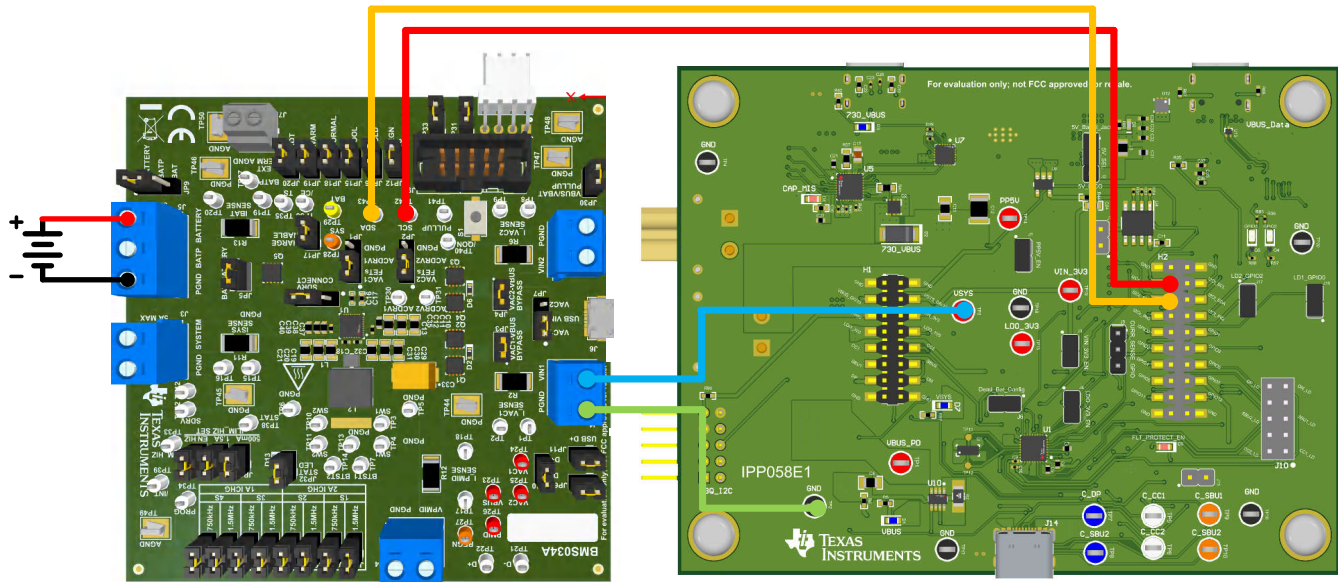

図 4-3. TPS25751AEVM および BQ25792EVM、BQ25798EVM のハードウェア設定
1. 図 4-3 に、テスト用フック クリップまたはジャンパ線を使用して 2 つの評価基板を接続する方法を示します。詳細については、表 4-2 を参照してください。